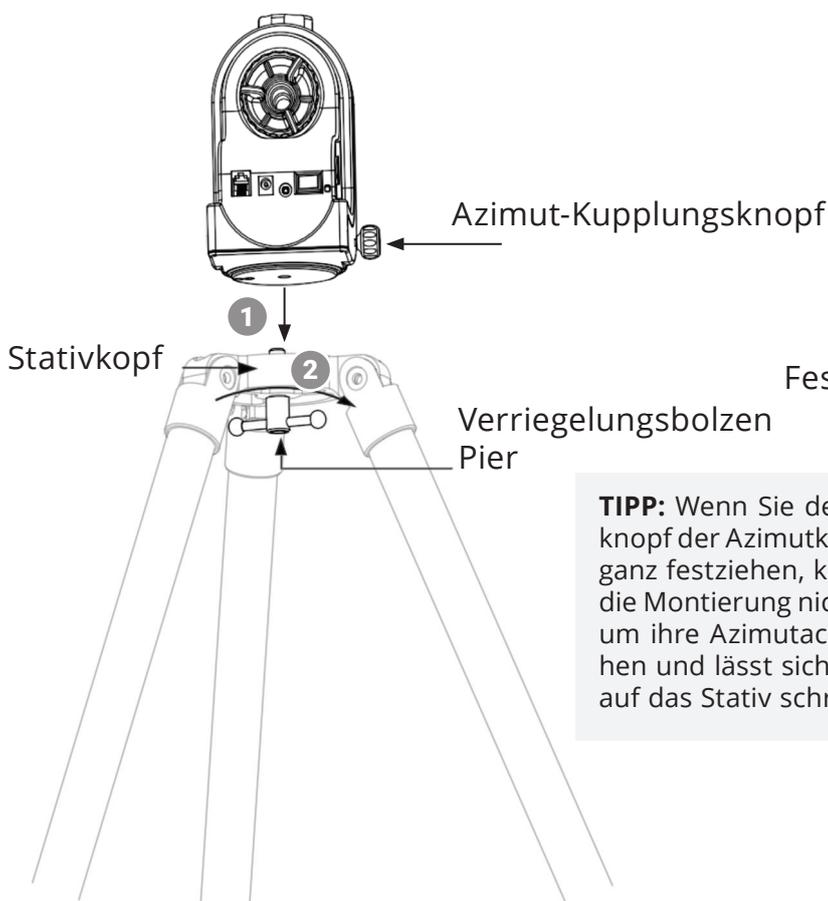

Abb. 1.1b
3. Wenn Sie ein Teleskop mit kurzem Tubus verwenden, das nicht an die Stativbeine stößt, wenn es in den Zenit zeigt, können Sie die AZGTi-Montierung direkt auf dem Stativ installieren. Richten Sie die 3/8"-Muffe an der Basis der Montierung auf die Feststellschraube am Stativkopf aus. Verriegeln Sie die Montierung auf dem Stativ, indem Sie die Schraube festziehen (**Abb. 1.1b**).